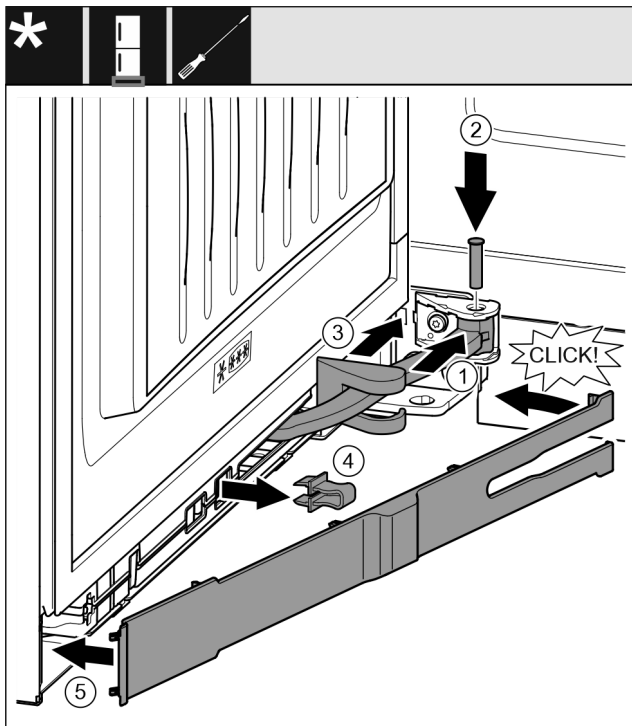

Fig. 58
- ▶ Gelenk Fig. 58 (1) in Aufhängung drehen.
- ▶ Bolzen Fig. 58 (2) mit einem Schraubendreher in Aufhängung und Gelenk einsetzen. Dabei darauf achten, dass der Rastnocken korrekt in der Nut sitzt.
- ▶ Lagerbockabdeckung Fig. 58 (3) entlang des Gelenks schieben und über der Aufhängung montieren.
- ▶ Sicherung Fig. 58 (4) abnehmen.
- ▶ Blende Fig. 58 (5) griffseitig ansetzen und einschwenken.